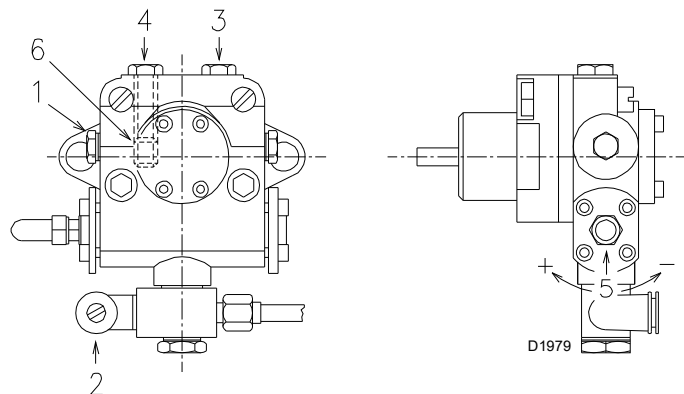

Fig. 31
A fin de que la bomba pueda autocebarse, es indispensable aflojar el tornillo 3)(Fig. 31) de la misma para posibilitar la salida del aire contenido en el tubo de aspiración.
- Seleccionar el combustible posicionando el selector (Fig. 31) en "OIL".
- Cuando el gasóleo sale por el tornillo 3)(Fig. 31), la bomba está cebada.